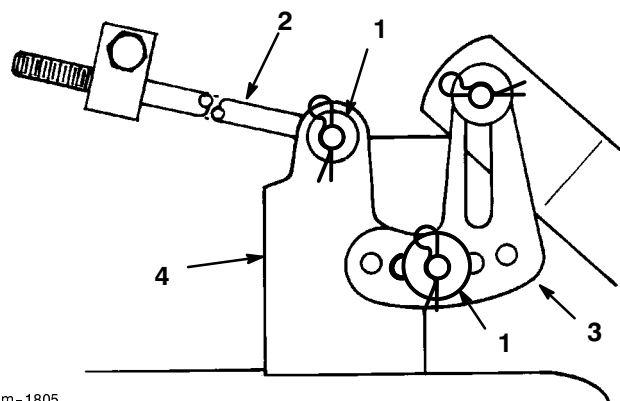

Figure 37
8. Enlevez la goupille fendue et la rondelle en haut de la patte de mise à niveau du plateau de coupe (Fig. 37). Dégagez la patte de l'axe de montage. Répétez la procédure de l'autre côté du plateau de coupe.
9. Enlevez la goupille fendue et la rondelle de l'extrémité de la longue tige (Fig. 37) et glissez la tige hors du support du plateau. Répétez la procédure de l'autre côté du plateau de coupe.